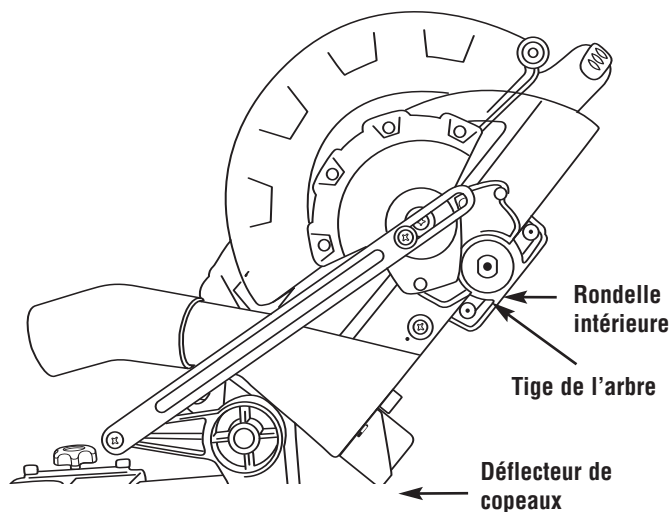

Figure 3. Pose de lame
6. Pour poser la lame de 10 po, insérez la lame entre les déflecteurs de copeaux et sur la tige de l'arbre (Figure 3). REMARQUE : Assurez-vous que la flèche de rotation de la lame correspond à la flèche de rotation en sens horaire sur le protecteur inférieur.